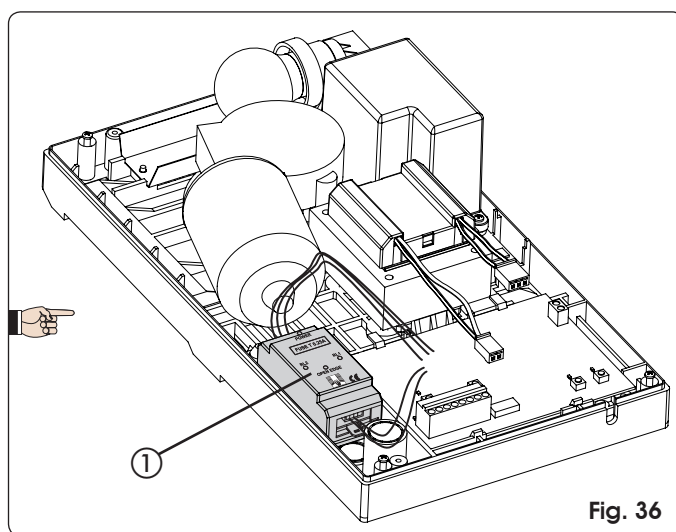

Fig. 36
El uso del borde de seguridad con elemento conductivo está facilitado por la posibilidad de alojar a bordo del operador la correspondiente centralita (Fig. 36 ref ①).
- Aloje la unidad de control como se indica en la Fig. 36.